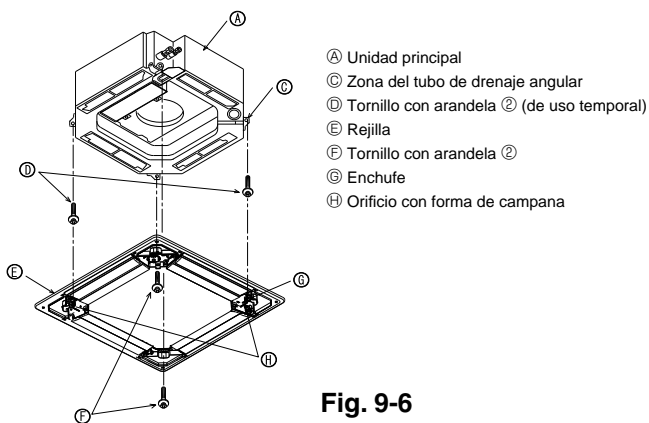
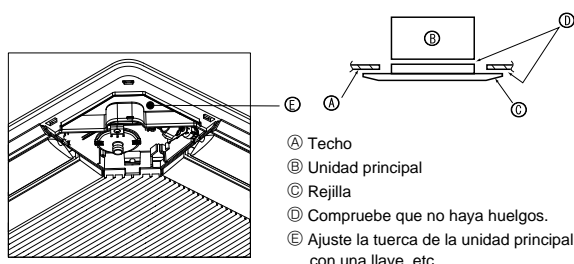

Fig. 9-6
Fig. 9-7
9.4.2. Instalación temporal de la rejilla (Fig. 9-6)
- Asegure la rejilla de forma temporal con los orificios en forma de campana; para ello coloque el enchufe de la rejilla (F) en la esquina del tubo de drenaje de la unidad principal.
9.4.3. Fijación de la rejilla (Fig. 9-7)